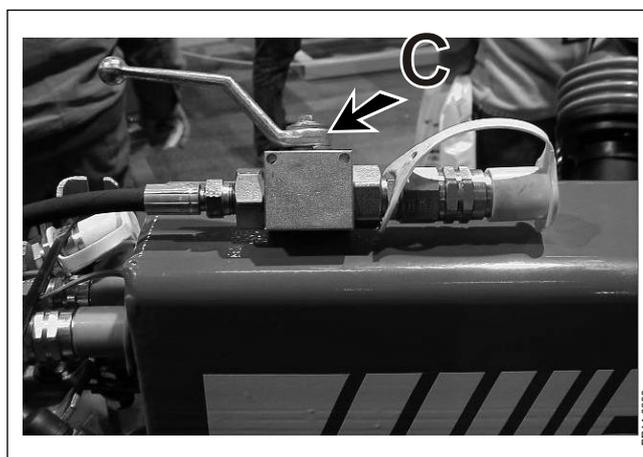

Fig. 3-4
**Fig. 3-4** Para el transporte en vías públicas se debe cerrar la válvula de bloqueo **C** de la manguera hidráulica. Así se evitan fallos de funcionamiento durante el transporte.